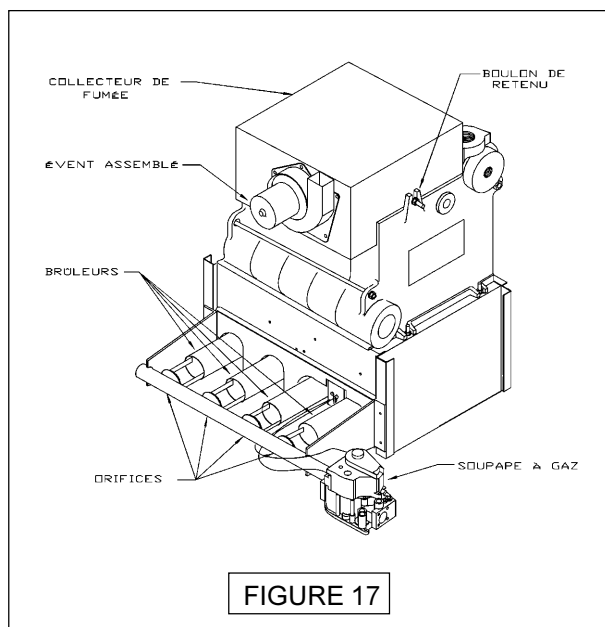

FIGURE 17
A. Vérifier les gueulards du brûleur et les orifices du brûleur pour voir s'il y a de l'obstruction causée par de la mousse ou de la poussière. Voir la figure 17 à la page 18.